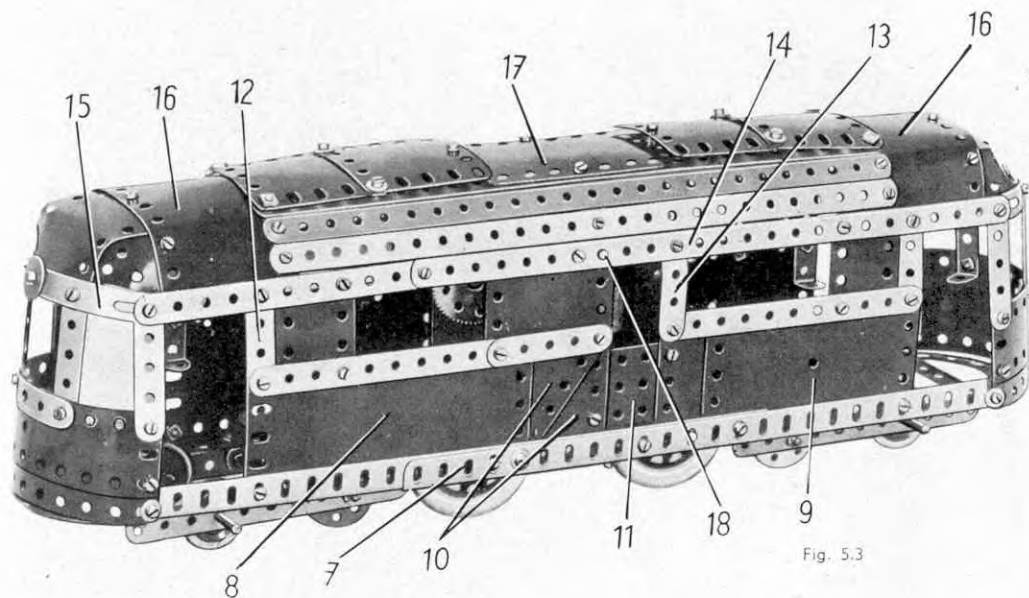

Fig. 5.3
Le côté qui apparaît sur la figure 5.3 est fixé sur un longeron (7) formé, comme le (1) par deux cornières de 25 trous se recouvrent sur 15 trous. Ce côté est recouvert par une plaque flexible de 14x6 cm. (8) la moitié d'une plaque à charnière (9), deux plaques flexibles triangulaires de 6x5 cm. (10) et une plaque à rebords de 6x4 cm. (11). Le côté est prolongé vers le haut par deux bandes coudées de 60x12 mm. (12), une bande de 5 trous (13), deux plaques flexibles de 6x4 cm. et une de 6x6 cm. Les bords supérieurs des plaques sont renforcés par une bande (14) formée d'une bande de 25 trous et d'une de 11 trous. Les côtés une fois terminés sont réunis à chaque extrémité par une bande de 7 trous boulonnée sur les cornières (1) et (7).